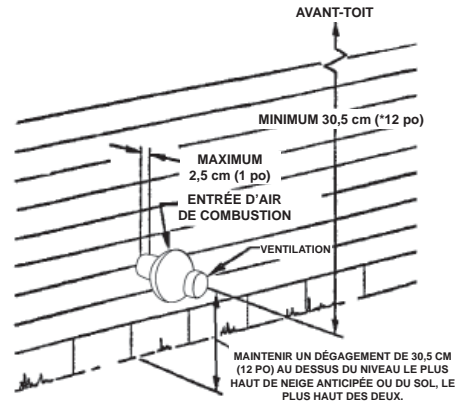
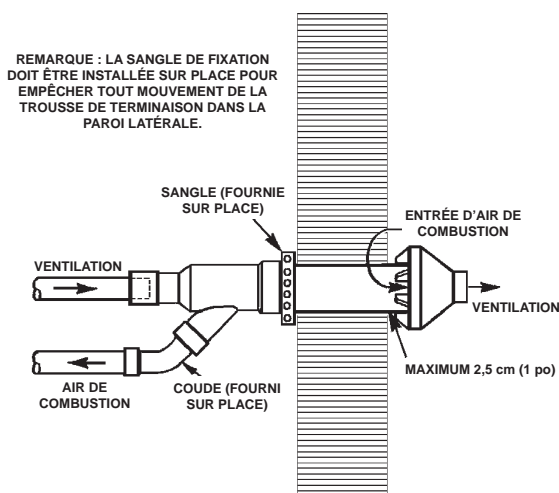

Figure : 28
Figure : 29
6. Fixer l'ensemble à la structure tel qu'illustré dans la « Figure : 28 » à l'aide du cerclage en métal fourni sur site ou de matériaux de support équivalents.
REMARQUE : S'assurer que les dimensions de dégagement de l'emplacement de la terminaison soient tel qu'indiqué dans les diagrammes à la « Figure : 28 » et la Figure 29. Lors du prolongement de la longueur du tuyau de 4 po, la longueur ajoutée au-delà de 53,7 cm (21-1/8 po) doit être déduite de l'équivalent maximum en pieds du tuyau de ventilation.
7. Cimentez les tuyaux d'air de combustion et de ventilation du chauffe-eau à l'ensemble terminaison de ventilation concentrique. Voir Figure 29 pour un raccordement de tuyau approprié.